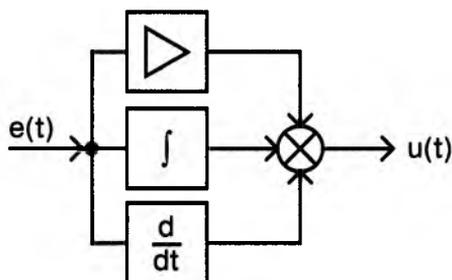

Рис. 23.6. Структура PID-регулятора
Дальнейшее чтение раскрыло мне в первую очередь происхождение аббревиатуры — пропорциональное (P), интегральное (I), дифференциальное (D). А формула, как выяснилось, описывает PID-регулятор. Его структура показана на рис. 23.6.